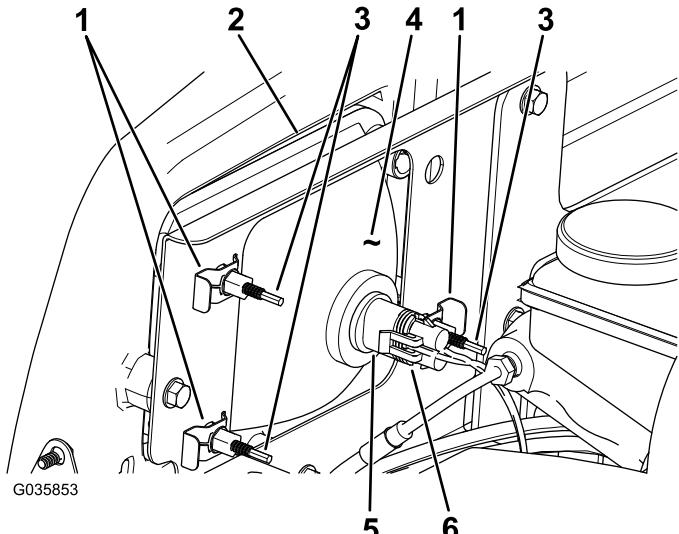

図 50
- ランプアセンブリのコネクタから、ハーネス用のコネクタを外す 図 50。
- ヘッドライトをヘッドライトブラケットに固定しているスピードクリップを外す 図 50。
- ヘッドライトアセンブリ全体を前に押出して、前バンパーから外す 図 50。
- 取り付け穴に新しいヘッドライトを取り付ける 図 50。
- ハーネス用のコネクタを、新しいランプアセンブリのコネクタに接続する 図 50。
- ヘッドライトアセンブリの裏側部分にある調整ねじ 図 50 を回してヘッドライトアセンブリの角度を変えてビームの方向を調整する。